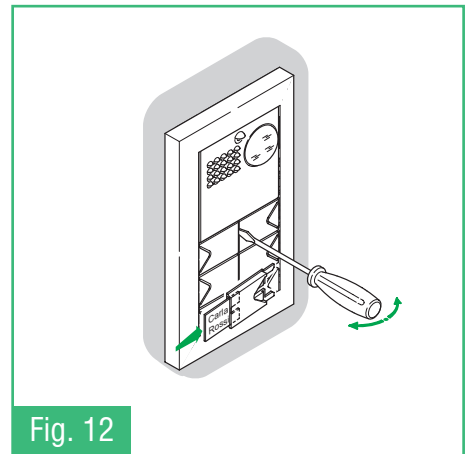

Fig. 12
- Fig. 12** Montaggio/Smontaggio cartellini
- Fig. 12** Assembly /Dismantling labels
- Fig. 12** Pose/dépose étiquettes
- Fig. 12** Aanbrengen / verwijderen naamkaartjes
- Fig. 12** Montage / Demontage der Schilder
- Fig. 12** Montaje/Desmontaje de las etiquetas